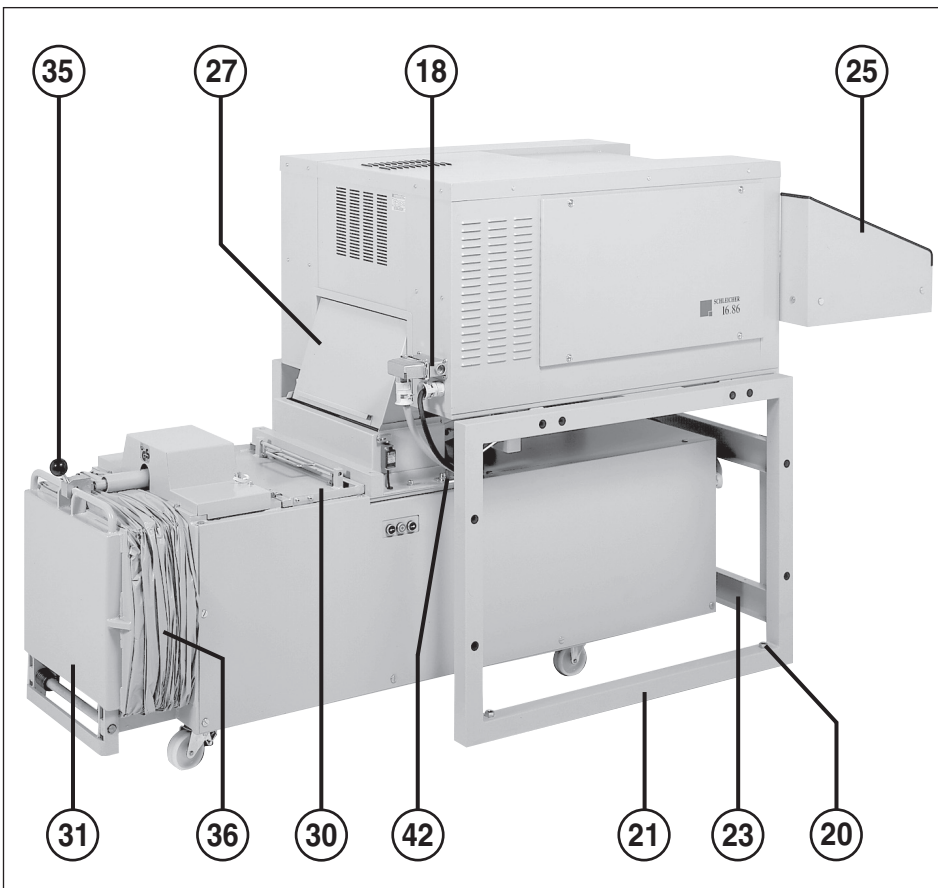

Abb. 2
- 18 = Steckdose (Abb. 2 und 4)
- 20 = Ausgleichschraube (Abb. 2)